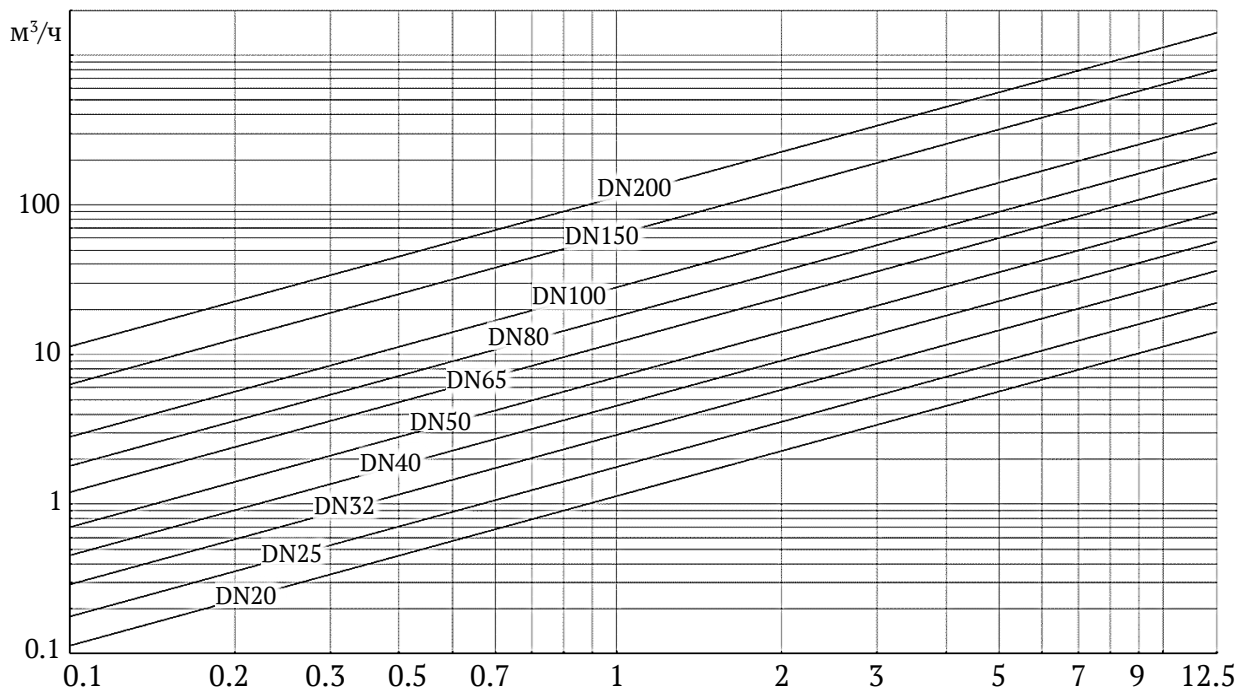

Рисунок 2.1. График зависимости расхода от скорости потока для различных значений DN
2.2.1 Выбор типоразмера расходомера определяется диапазоном расходов в трубопроводе, где будет устанавливаться датчик (см. рис. 2.1). Если диапазон расходов для данного трубопровода укладывается в диапазон расходов нескольких типоразмеров, то определять нужный типоразмер рекомендуется, исходя из оптимальной скорости на входе расходомера (1-2 м/с) и допустимых потерь давления, с учётом потерь используемых конфузора и диффузора для согласования DN расходомера и трубопровода.